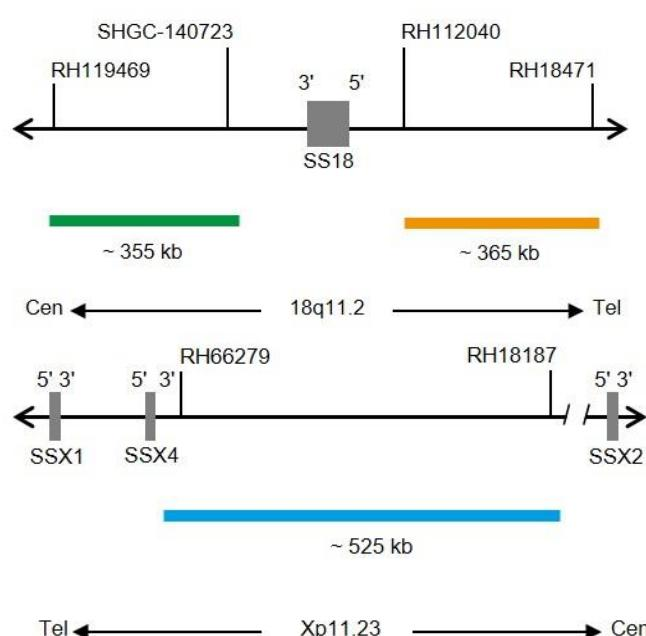

Fig. 1: Cima: SPEC SS18 Mapa da sonda; Baixo: SPEC SSX1 Mapa da sonda (sem escala)
- Polinucleótidos (~10 ng/μl) com marcação ZyGreen (excitação 503 nm/emissão 528 nm), dirigidos ao mapeamento de sequências alvo em 18q11.2* (chr18:23,109,942-23,466,217) proximais à região de quebra do SS18 (ver Fig. 1).
- Polinucleótidos (~4.5 ng/μl) com marcação ZyOrange (excitação 547 nm/emissão 572 nm), dirigidos ao mapeamento de sequências alvo em 18q11.2* (chr18:23,772,255-24,137,169) distais à região de quebra do SS18 (ver Fig. 1).
- Polinucleótidos (~37.0 ng/μl) com marcação ZyBlue (excitação 418 nm/emissão 467 nm), dirigidos ao mapeamento de sequências alvo em Xp11.23* (chrX:48,265,856-48,792,674) proximais à região de quebra do SSX1 (ver Fig. 1).